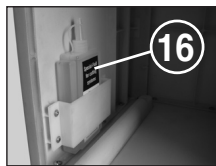

Abb. 6
- Auffangbehälter (14) herausziehen, Ölbehälter (16) (Abb. 6) aus der Halterung im Unterschrank nehmen und Behälter wieder einschieben.
- Etwas Öl auf einem Blatt Papier verteilen und dieses dann durch den Papierzuführschacht (12) dem Schneidwerk zuführen.
- Auffangbehälter (14) so weit herausziehen bis die Kontroll-Anzeige  (8) aufleuchtet.
- Die Kontroll-Anzeigen  (7) und  (4) blinken.
- Rückwärtstaster (4) betätigen und gedrückt halten bis die Kontroll-Anzeige  (7) erlischt.